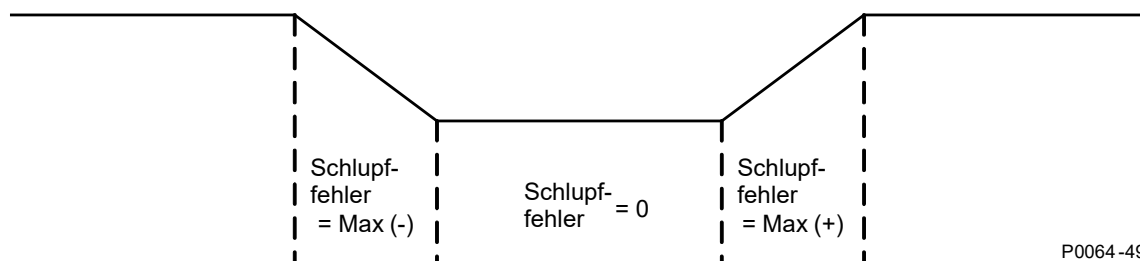

Abbildung 15-1. Schlupffrequenzfehler
Die Generatorfrequenzkorrektur wird durch die Schlupffrequenz festgelegt und über den Schließwinkel des Unterbrechers fein eingestellt. Die Einstellung für die Schlupffrequenz legt die maximal erlaubte Abweichung der Generatorfrequenz (Frequenz) von der Busfrequenz fest. Die Einstellungen für 'Min. Schlupfregelung Limit' und 'Max. Schlupfregelung Limit' werden verwendet, um den Schlupffrequenzfehler zu berechnen und um kontinuierliche Schlupffrequenzsteuerung während der Phasenverriegelungssynchronisation zu gewährleisten. Liegt die Größe der Schlupffrequenz über dem Grenzwert für Max. Schlupfregelung, wird der Fehler gleich dem Max. Fehler in der entgegengesetzten Polarität gesetzt. Liegt die Größe der Schlupffrequenz unter dem Grenzwert für Min. Schlupfsteuerung, wird der Fehler gleich dem Max. Fehler in der entgegengesetzten Polarität gesetzt. Befindet er sich zwischen den beiden Grenzwerten, ist der Fehler gleich Null (0). Der Schlupffrequenzfehler wird in Abbildung 15-1 dargestellt.